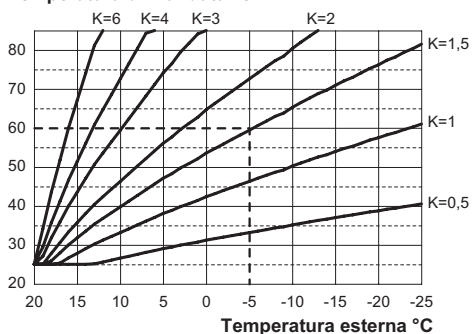
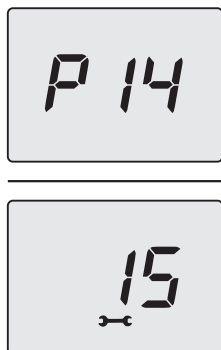

Figura 5.30
Figura 5.36
Se alla caldaia **È COLLEGATO** il comando remoto (opzionale) riferirsi alla Figura 5.30.
Quando si installa la sonda esterna bisogna impostare questo parametro in base al rendimento dell'impianto di riscaldamento per ottimizzare la temperatura di mandata (Figura 5.30).
Es. Per avere una temperatura di mandata all'impianto di riscaldamento di 60°C con una esterna di -5°C si deve settare un K di 1,5 (linea tratteggiata in Figura 5.30).
- Utilizzando i tasti 13 o 15 è possibile modificare il valore del parametro 14 da un minimo di **00** ad un massimo di **60** in base alla curva scelta del coefficiente K in Figura 5.30 (il valore letto sul display, in Figura 5.36, corrisponde a **K = 1,5**).